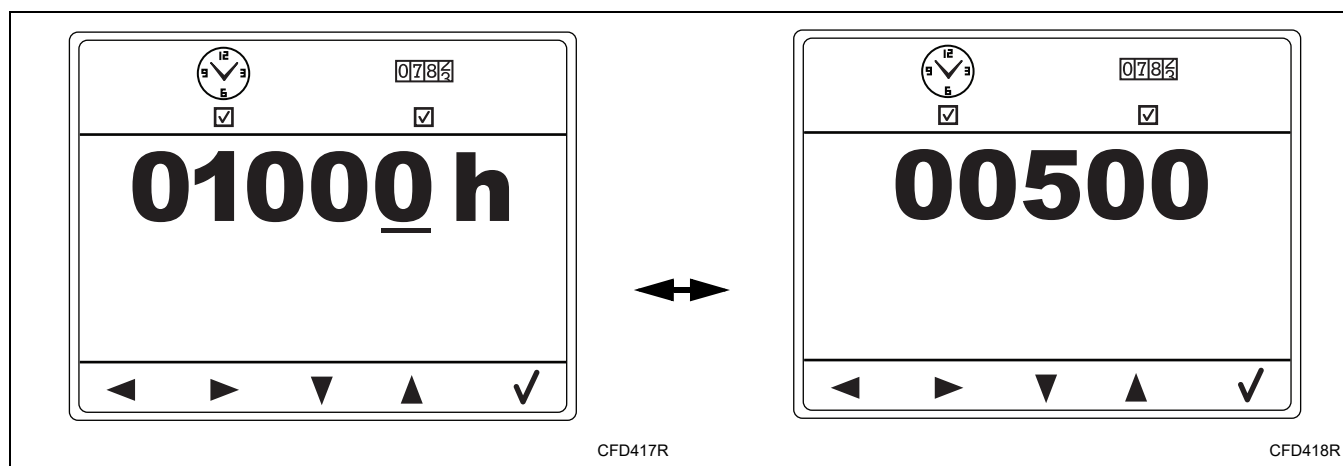

Figure 73
3. Modifier le nombre d'heures ou de cycles en appuyant sur les touches sous les icônes de Navigation. Se reporter à la *Figure 73*.
4. Confirmer en appuyant sur la touche sous l'icône Le crochet. Se reporter à la *Figure 73*.